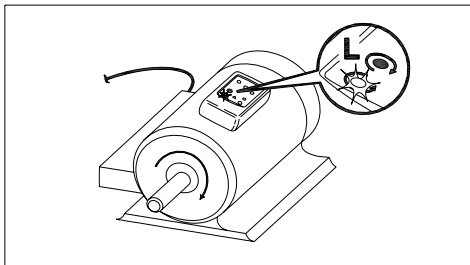

Figura 3. Rotação de Motor
2. Posicione o Indicador no motor de modo que o mesmo esteja paralelo ao comprimento do eixo do motor. O indicador deve estar uma polegada próximo ao motor. Veja a figura 3.